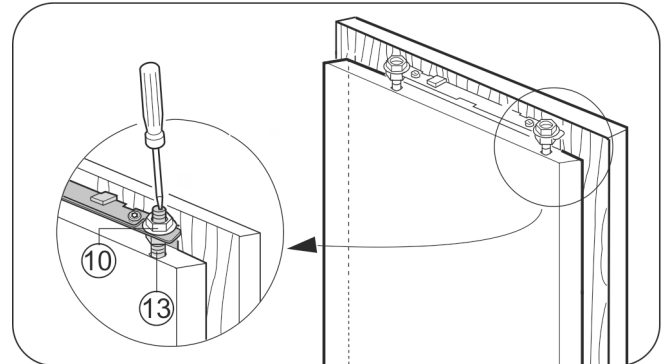

Fig. 22
- ▶ Σφίξτε τα κόντρα παξιμάδια Fig. 22 (10) με το ένα κλειδί άλεν 13, κρατώντας κόντρα τους πείρους ρύθμισης Fig. 22 (13) με ένα κατσαβίδι.